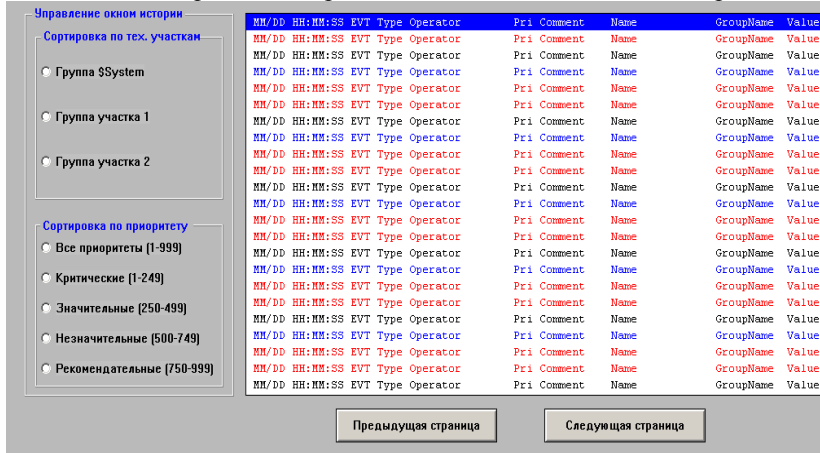

Рис.79. Расположение объектов в окне исторических алармов.
1. Для архивных алармов организуем сортировку по группам и приоритетам, для этого необходимо воспользоваться объектом типа *RadioButtonGroup*, объекты расположить, так как показано на рис. 79.